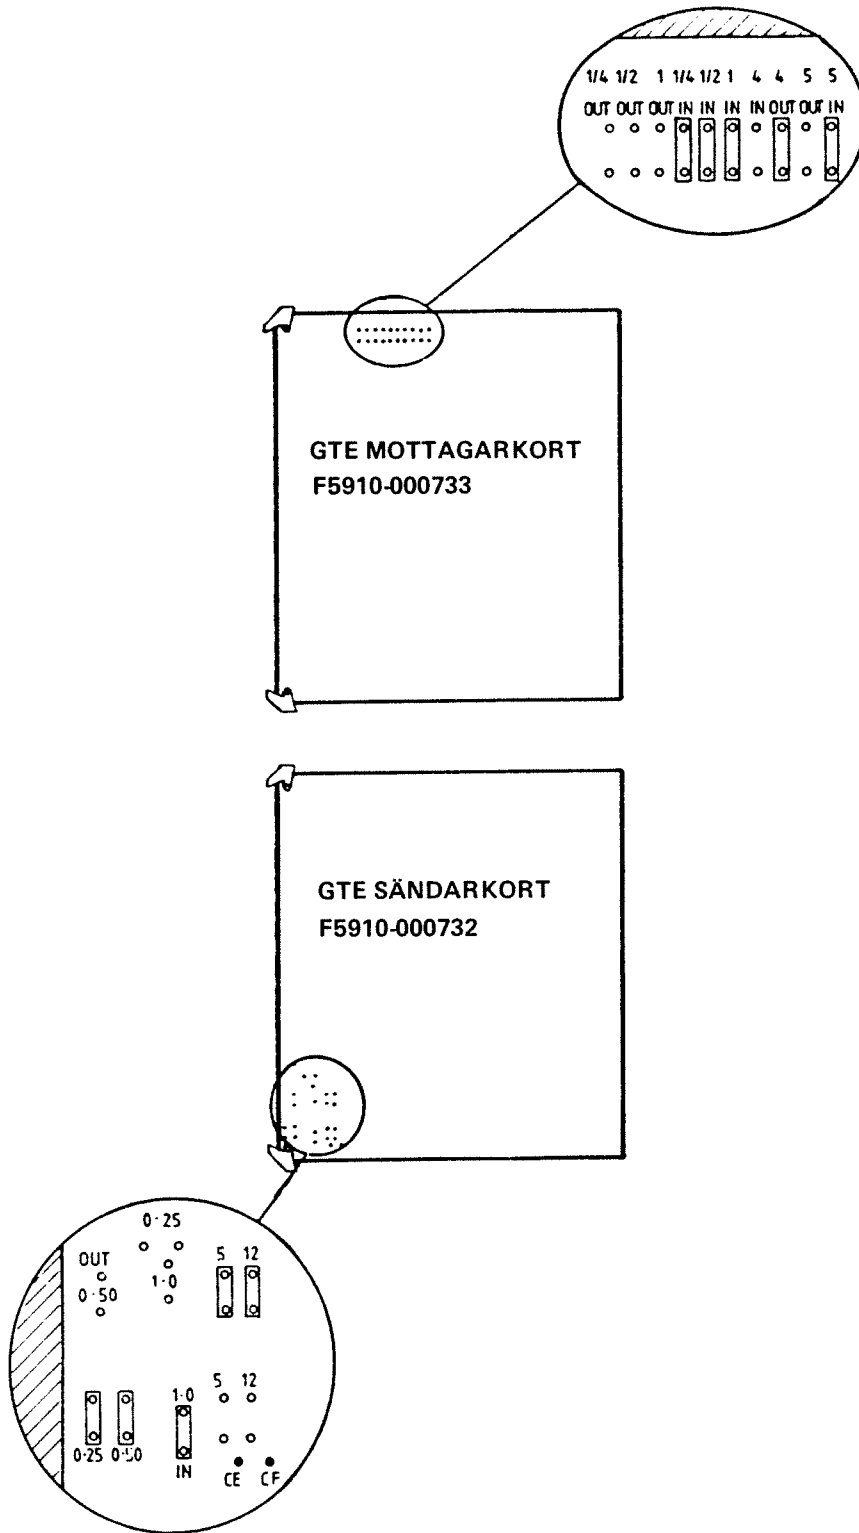

Bild 2.
| GTE-sändarkortF5910-000732plats U3(Bild 2)                  | 0,25 dB (1)0,5 dB (1)1,0 dB (1)5,0 dB12,0 dB | CE-CF  | Utnivå -35 dBm  |
| GTE-mottagarkortF5910-000733plats U85(Bild 2)                   | 0,25 dB (1)0,5 dB1,0 dB (1)5,0 dB                | 12,0 dB  | Innivå -30 dBm  |